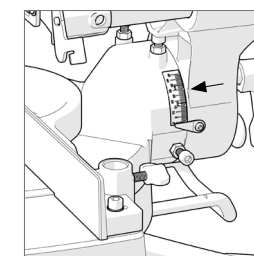

図33
- ・度数目盛をみながらヘッド部を倒し、希望の角度に合わせます。(図33)